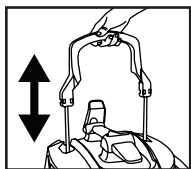

FIGURA 16
23. Mover la manija del filtro de cartucho hacia arriba y hacia abajo 2 o 3 veces o más si es necesario para limpiar el filtro. **FIGURA 16.**